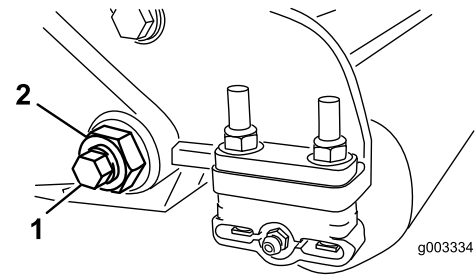

Figure 31
- De chaque côté de la machine, desserrez le contre-écrou de fixation du boulon de la barre d'appui (Figure 31).
- Retirez les boulons de la barre d'appui afin de pouvoir abaisser la barre et la déposer du boulon de la machine (Figure 31).